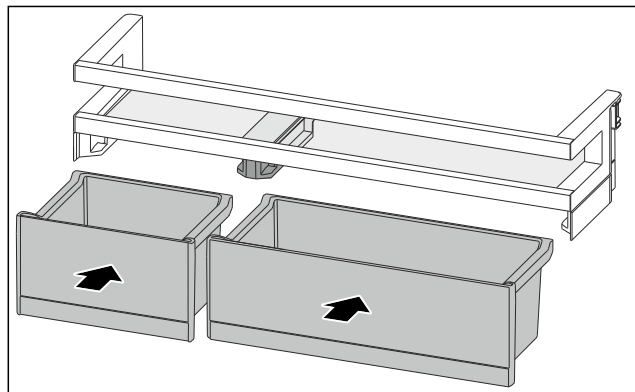

Fig. 190
- ▶ Установите ящики VarioBox, меняя их расположение. (см. Fig. 190)